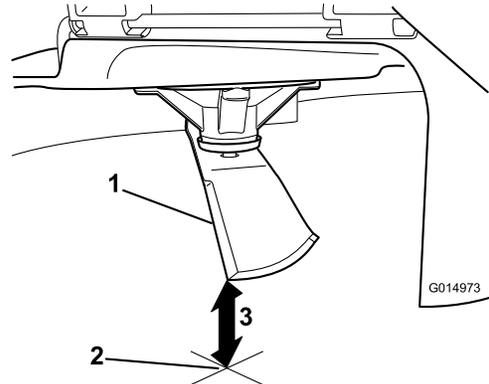

**Figura 94**
3. Distancia medida entre la cuchilla y la superficie (A)
4. Gire la misma cuchilla 180 grados de manera que el otro extremo esté en la misma posición (Figura 94).